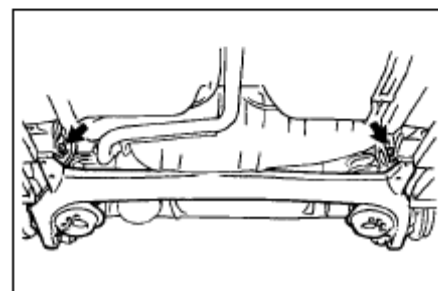

Рис. 224
(1) Поднимите с помощью домкрата заднюю балку
(2) Выкрутите два болта и снимите балку заднего моста (рис. 224)
(2) Снимите втулки с оси с помощью специального инструмента(рис. 224)